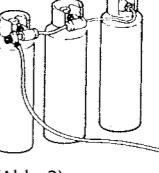

Fig. 1
- Um dies zu vermeiden, eine größere Flasche oder mehrere miteinander verbundene Flaschen verwenden (Abb. 1).